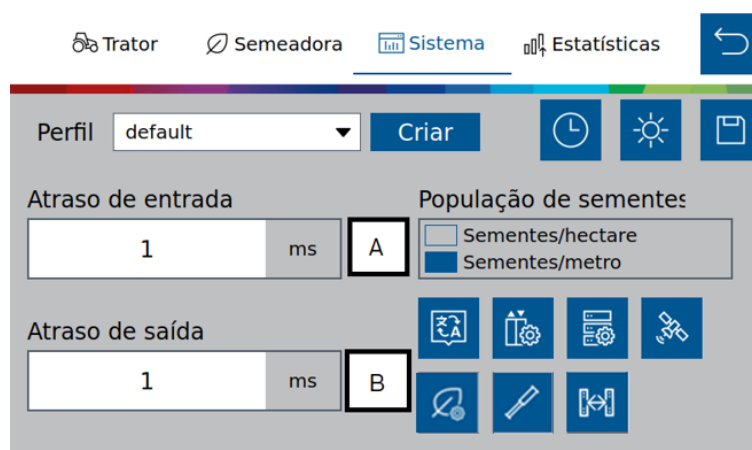

Figura 22 - Tela para configuração do corte automático
A seguinte tela será exibida, Figura 22:
Para medir e determinar os valores que devem ser inseridos nos campos de ajuste de entrada e de saída, Figura 22, é necessário que a máquina esteja carregada de sementes, com disponibilidade de vácuo e que tenha uma área com dimensões suficientes para a realização do procedimento de calibração.
8. Os valores medidos nos itens 6 e 7 deverão ser convertidos antes de serem inseridos no campo de atraso de entrada e de atraso de saída, Figura 22. Para isso, multiplicar as distâncias encontradas nos passos anteriores por 5.
Se no próximo procedimento de medição do atraso de entrada e saída, as médias de distância das sementes forem, por exemplo, 10 cm e 5 cm, nos passos 6 e 7 respectivamente, os valores inseridos na tela da Figura 22 devem ser ajustados conforme explicação abaixo: